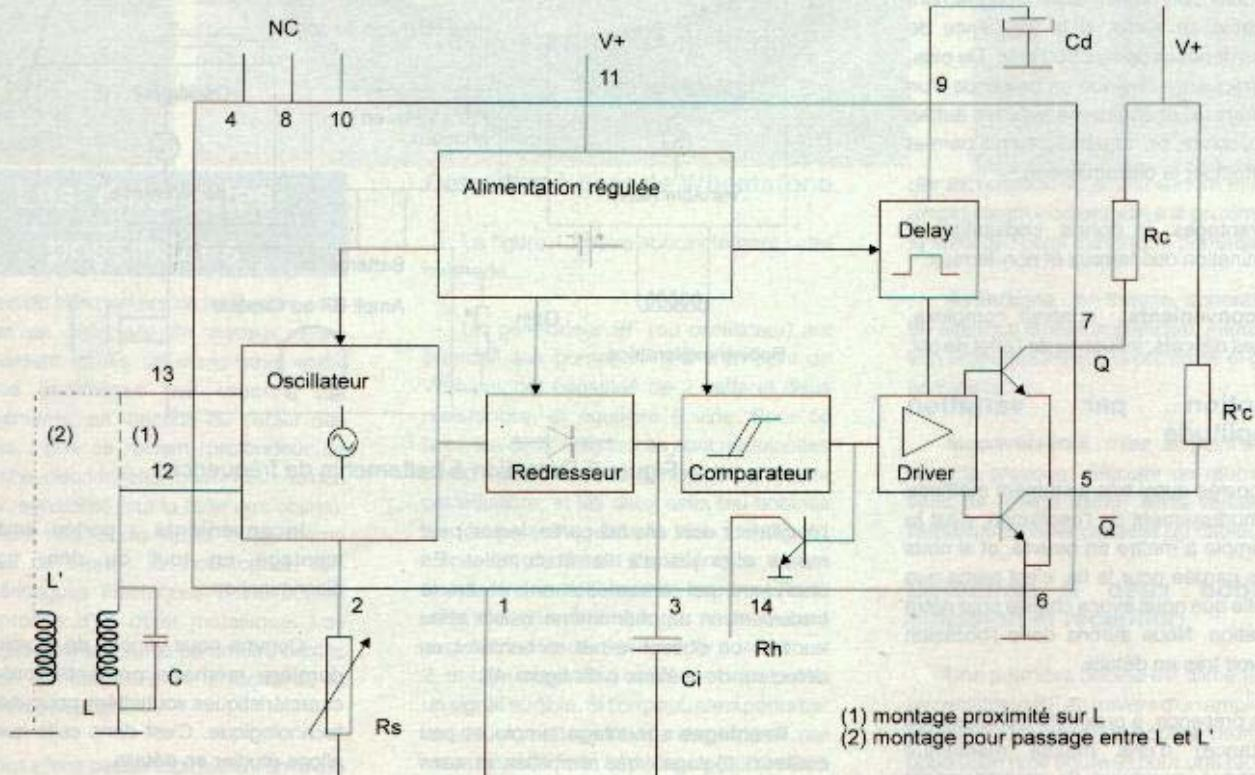

Figure 5 Structure interne du TCA205A et fonctionnement
La figure 5 vous donne la structure interne en synoptique.
Tout d'abord, on trouve un oscillateur, dont la fréquence dépend de la self (ou des selves) et d'un condensateur, tous externes. On pourrait en effet placer une self en broche 12 et une autre en broche 13 pour une détection de passage entre celles-ci (option (2)). Mais c'est une application industrielle, non adaptée à notre projet. Aussi les broches 12 et 13 seront reliées ensemble, comme sur le schéma (fig 5), en option (1). Une résistance variable,  $R_s$ , en broche 2 permet d'ajuster à priori le taux d'amortissement, pour précéder en quelque sorte, les effets qui suivront, et donc se rapprocher du seuil de sensibilité, à l'optimum de variation d'amplitude. Cette oscillation est redressée et intégrée pour
Suivons ensemble, sur la figure 5, le résultat des choix effectués et par voie de conséquence, le schéma d'application.